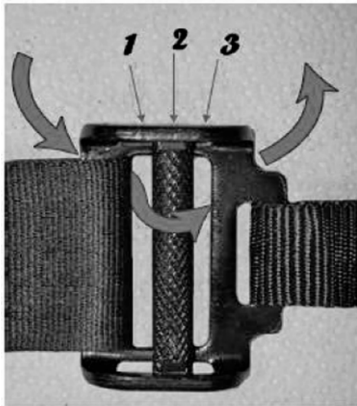

Abbildung 5
1. Wickeln Sie den Baumgurt um den Baum und führen Sie das lose Ende durch die Schlaufe am Ende der Haltegurtleine. (Die Leine ist der Gurt, der aus der Rückseite des Gurtzeugausschnitts herausragt.) Weben Sie das Gurtband und die Schnalle des Baumgurts wie folgt richtig ein: Mit den gebogenen „Seiten“ nach oben führen Sie das Ende des Baumgurts von der Rückseite zwischen dem genähten Teil des Baumgurts und der gerändelten Schiebbestange hindurch. Führen Sie den Baumgurt über die gerändelte Schiebbestange und führen Sie den Baumgurt zwischen die gerändelte Schiebbestange und das Ende der Schnalle ein. (Abbildung 5) Ziehen Sie den Gurt fest am Baum an und prüfen Sie die Befestigung, indem Sie kräftig an der Verbindung zwischen Haltegurt und Baumgurt ziehen, um sicherzustellen, dass sie fest am Baum sitzt. Nach der Befestigung am Baum muss mindestens 20 cm Gurtband über die Schnalle hinaus locker sein.